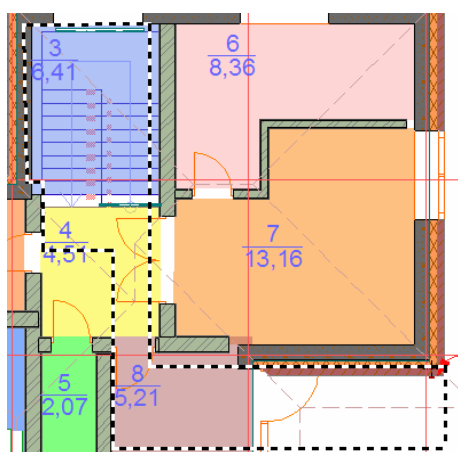

Рис. 143
2. Активируйте инструмент **Бегущая рамка**, выберите геометрический вариант **Многоугольник** и метод выбора **На всех этажах**, затем постройте многоугольник выбора (рис. 143).